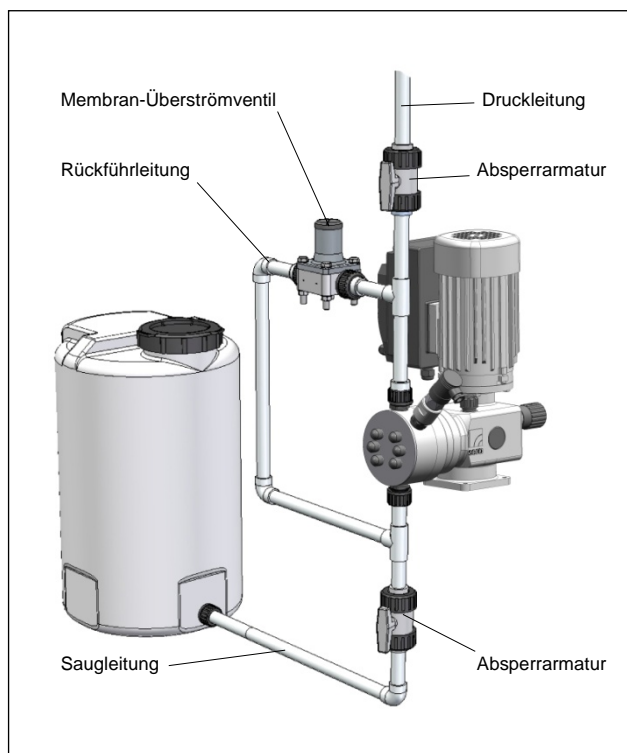

Abb. 17 Installation mit (externem) Überströmventil
- oder direkt an die Pumpensaugleitung anschließen, jedoch nur, wenn kein Rückschlagventil in der Saugleitung vorhanden ist (z.B. Fußventil einer Sauglanze) (vgl. Abb. 17).